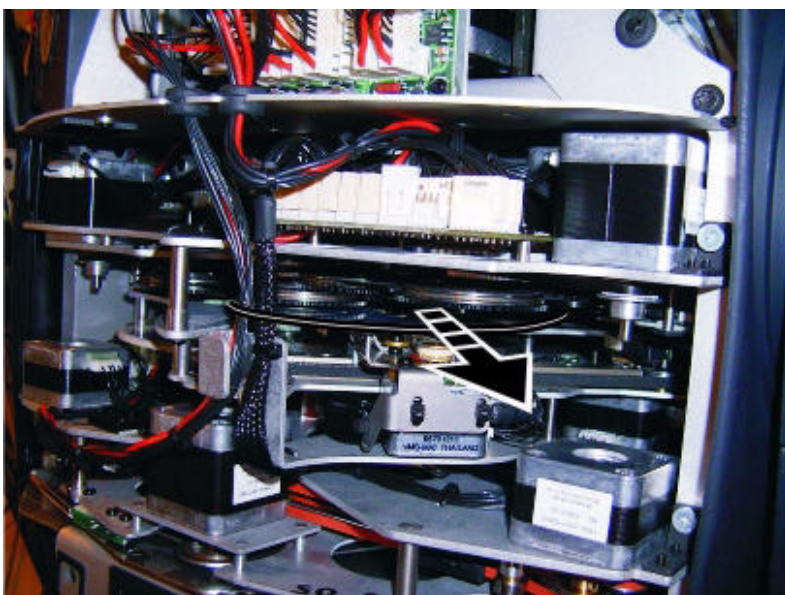

Figure 24: Retrait de la roue d'animation
4. La roue d'animation est retenue par un moyeu magnétique. Pour éviter de briser la roue pendant le démontage, dégagez le moyeu de son support en glissant un petit tournevis. Ne forcez pas sur la roue elle-même. Voir Figure 24. Une fois le hub dégagé, vous pouvez attraper la roue et la dégager.